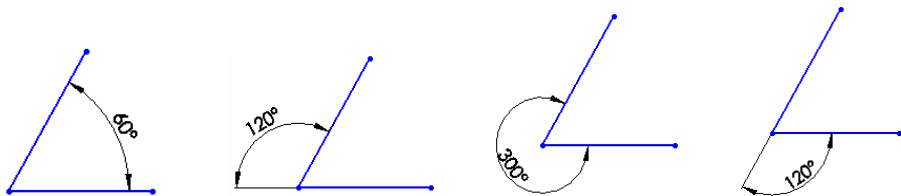

图 3-11 直线之间角度标注形式
- 两直线之间的夹角：直接选取两条直线，没有顺序差别。根据光标所放置位置的不同，有 4 种不同的标注形式，如图 3-11 所示。